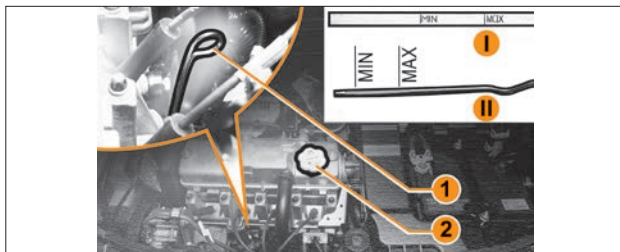

Рис. 6.3.1. Масляный щуп двигателя
3. Извлеките и вытрите мерный масляный щуп **1** (рис. 6.3.1) чистой ветошью. Вариант **I** – 8-клапанный двигатель, вариант **II** – 16-клапанный двигатель.